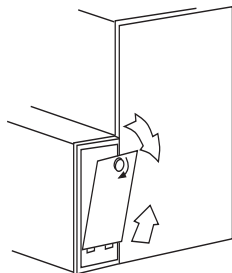
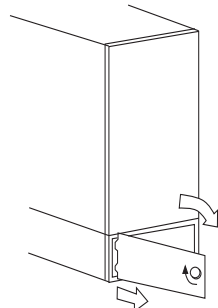

Fig. 20 – Retrait de la porte du boîtier de filtre de soufflante latérale
Fig. 21 – Retrait de la porte du boîtier de filtre de soufflante par le bas
- a. Retirez la porte du boîtier de filtre. (Consultez les Fig. 20 et Fig. 21)